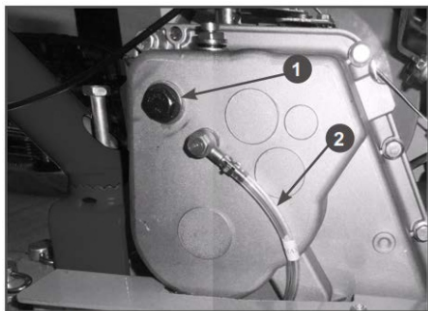

Рис. 23 Заправка масла в редуктор
3. Открутите пробку 1 маслосаливного отверстия (Рис. 23).
7. Контролируйте уровень масла в коробке передач с помощью специальной трубки 2 (Рис. 23). Уровень масла в коробке передач должен быть по верхнюю метку «МАХ» на трубке. Долейте масло до требуемого уровня.